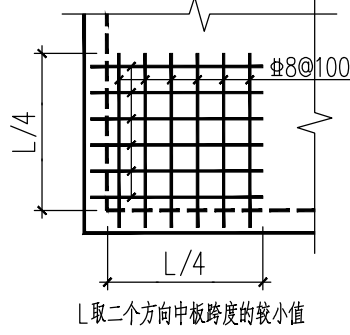

图5.1—3 角部板面配筋
- 5、在屋面檐口板阳角和转角凸窗窗板阳角的板面处，应加设放射筋图5.1—4。